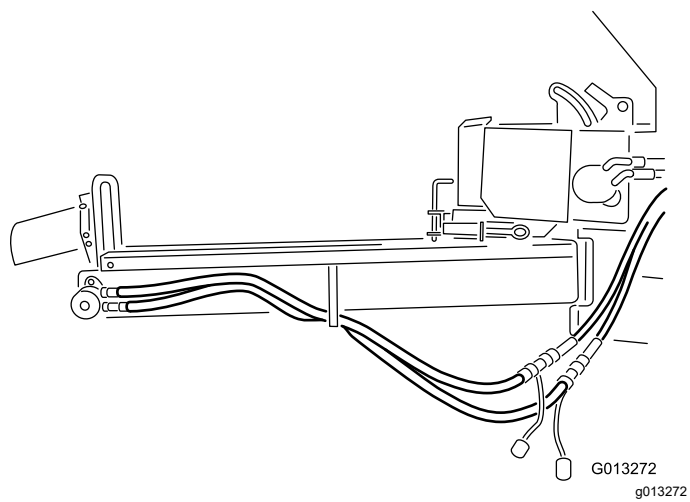

Figura 9
11. Ligue os tubos como se mostra na **Figura 9**.